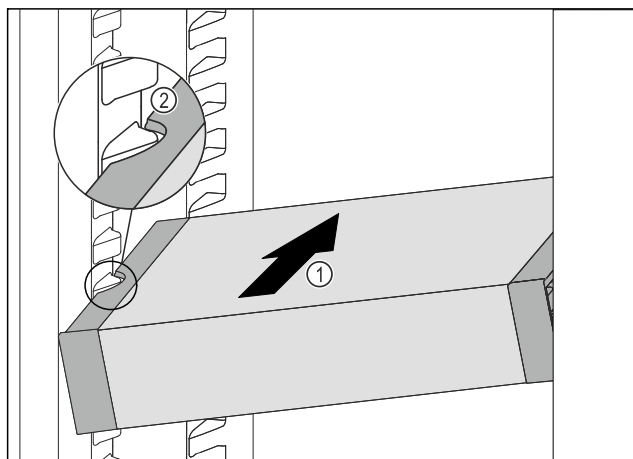

Fig. 83
- ▶ Zasuňte VarioSafe do chladničky pod úhlem tak Fig. 83 (1), aby vybrání na bocích Fig. 83 (2) VarioSafe byla na úrovni žebrování na nádoby v chladniče.